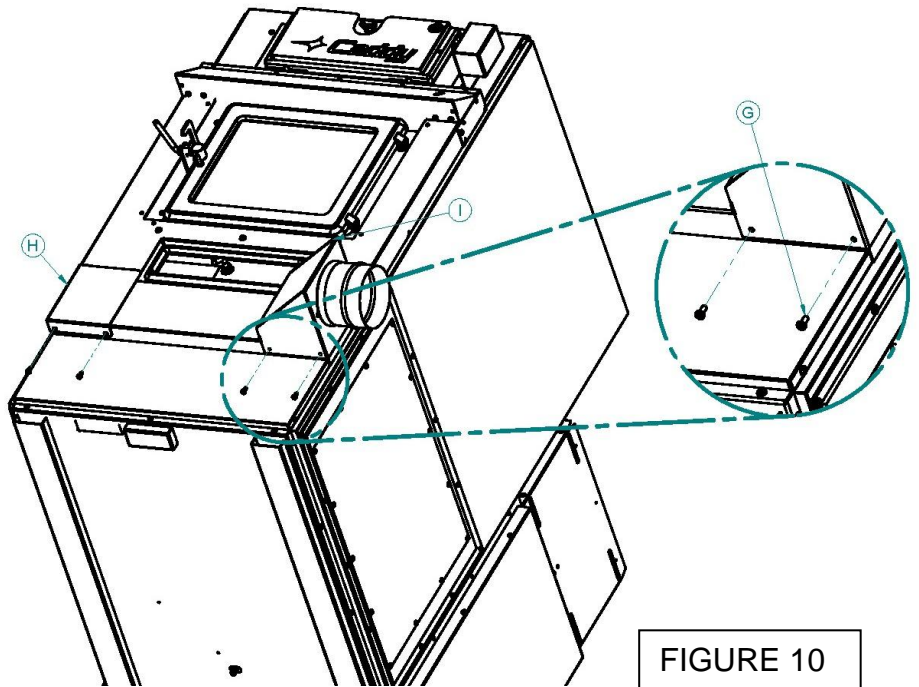

FIGURE 10
**Étape 10 :** Sécurisez le bouchon d'entrée d'air frais (H) et le boîtier d'entrée d'air frais (I) sur le bas de l'adaptateur d'entrée d'air frais à l'aide de deux vis (G) fournies, tel qu'illustré à la figure 10.